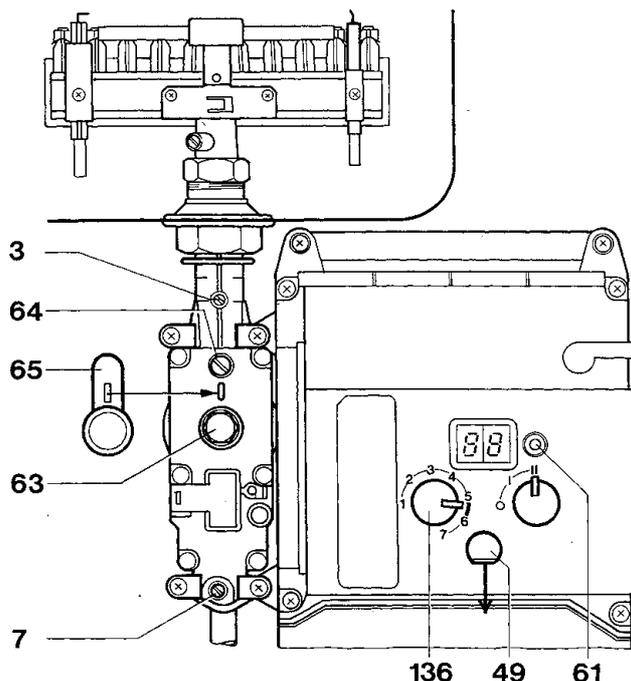

Bild 24: Gasarmatur CE 426
1. Plombierte Abdeckkappe 65, Bild 24, über den bei den Gas-Einstellschrauben entfernen.
1. Plombierte Abdeckkappe 65, Bild 24 über den beiden Gas-Einstellschrauben entfernen.